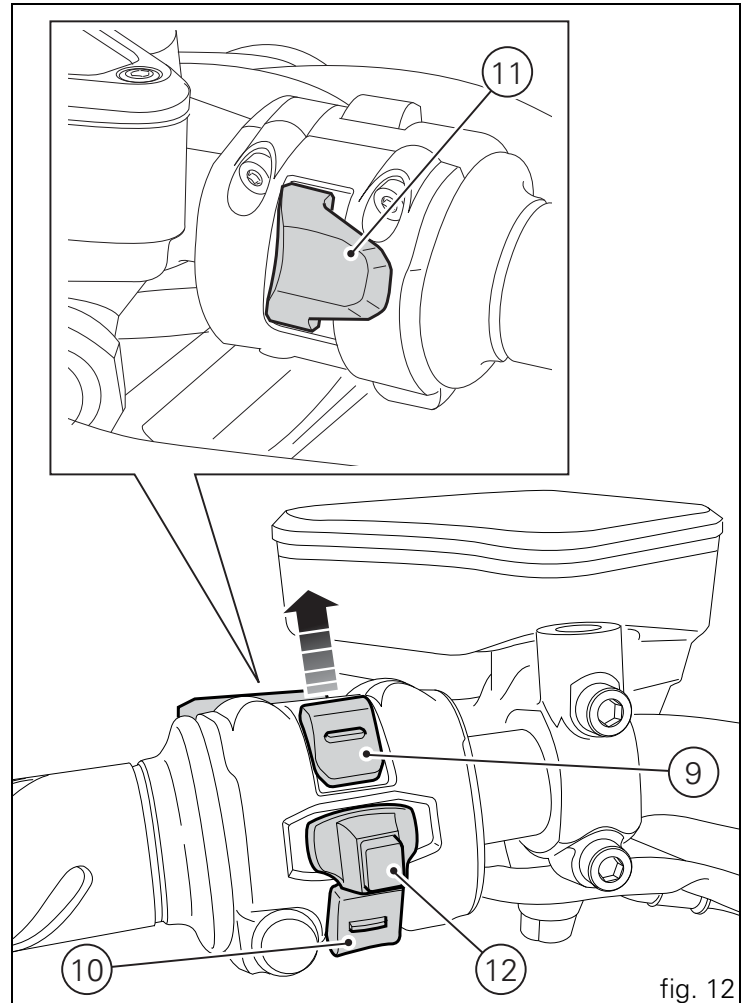

fig. 12
E 9) CONTROL BUTTON (fig. 12)
10) CONTROL SWITCH (fig. 12)
11) HIGH-BEAM FLASHER BUTTON FLASH (fig. 12)
12) RESET BUTTON (fig. 12).